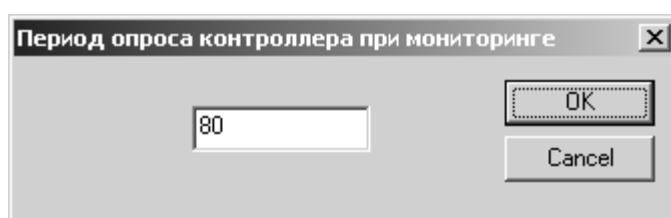

Рисунок 4.41 - Изменение периода мониторинга
- в окне изменения периода мониторинга (см. Рисунок 4.41) задать необходимое значение.